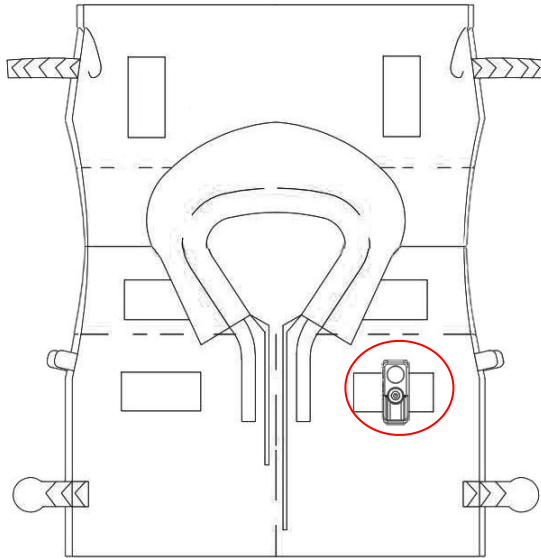
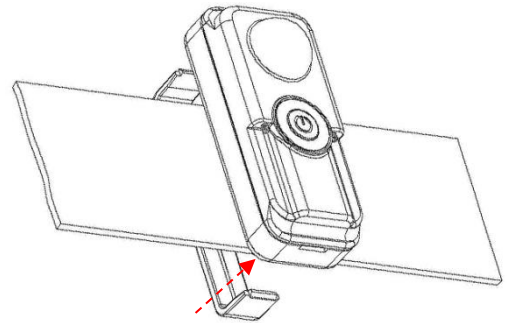

图4
图5
3.2.3 救生衣灯的安装示范如下图所示。图 4 显示了灯的示例安装位置。灯的安装步骤如图 5 所示。